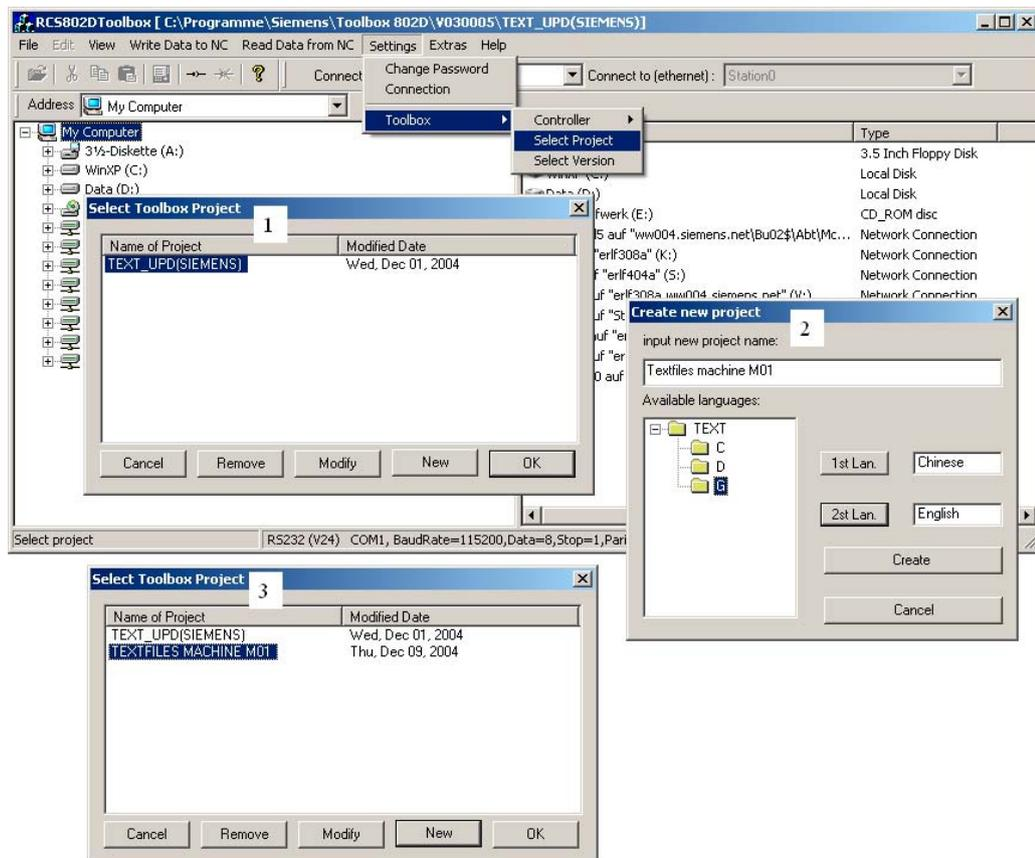

Fig. 9-1 Creazione di un progetto
- Sotto **Settings > Toolbox > Select Project** selezionare un progetto (1), inserire la lingua di primo piano e quella di sfondo (2) e creare (3) (vedere la fig. 9-1)